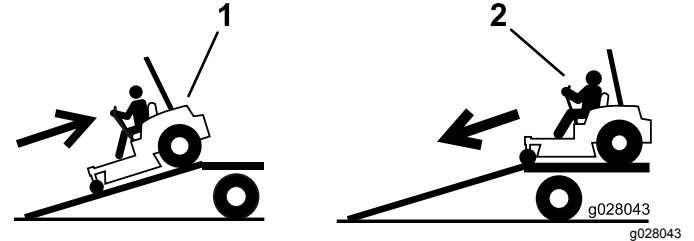

Figura 41
4. Risalite in retromarcia la rampa (Figura 41).
2. Scendete dalla rampa in marcia avanti (Figura 41).